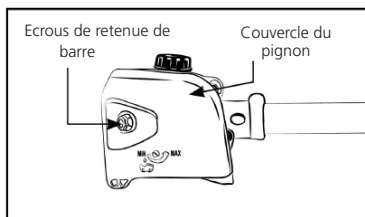

Fig. 3A
1. Retirez les écrous de retenue de la barre et vissez-les. Retirez ensuite le couvercle du pignon. (Fig. 3A)
5. Installez le couvercle du pignon et serrez les écrous de retenue de la barre et la vis (Fig. 3A).